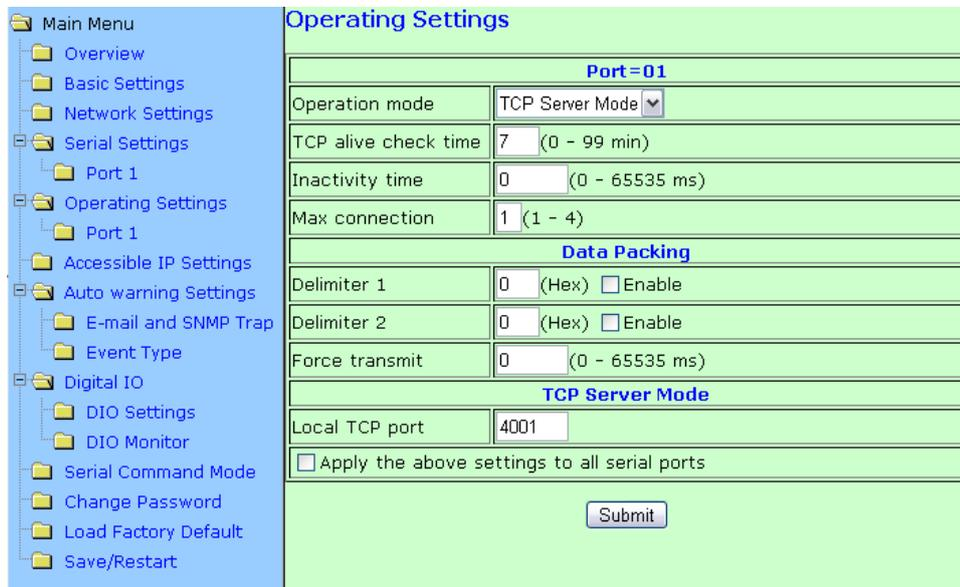

Рисунок 7
4.3.6 По умолчанию модем работает в режиме «TCP Server», TCP-Server порт: 4001. Для изменения номера порта откройте в главном меню пункт «Operating Settings». В открывшемся меню (рисунок 7) в поле «Local TCP port» введите значение номера порта.